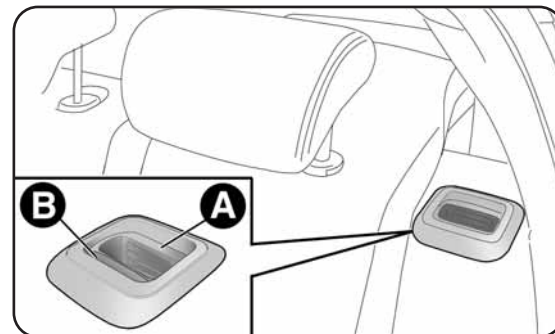

fig. 75
- soulever le levier A-fig. 75 pour basculer la partie gauche ou droite de la banquette et accompagner ensuite la banquette sur le coussin (lorsque le levier A est soulevé, une « bande rouge » B apparaît) .
Déplacer latéralement les ceintures de sécurité en vérifiant que les bandes sont correctement déployées et non entortillées. Soulever le dossier précédemment rabattu jusqu'au déclic de blocage du mécanisme d'accrochage et vérifier que « bande rouge » sur les leviers A-fig. 75 n'est plus apparente. La visibilité de la « bande rouge » indique en effet que le dossier n'est pas correctement accroché. Remettre en place les appuis-tête.